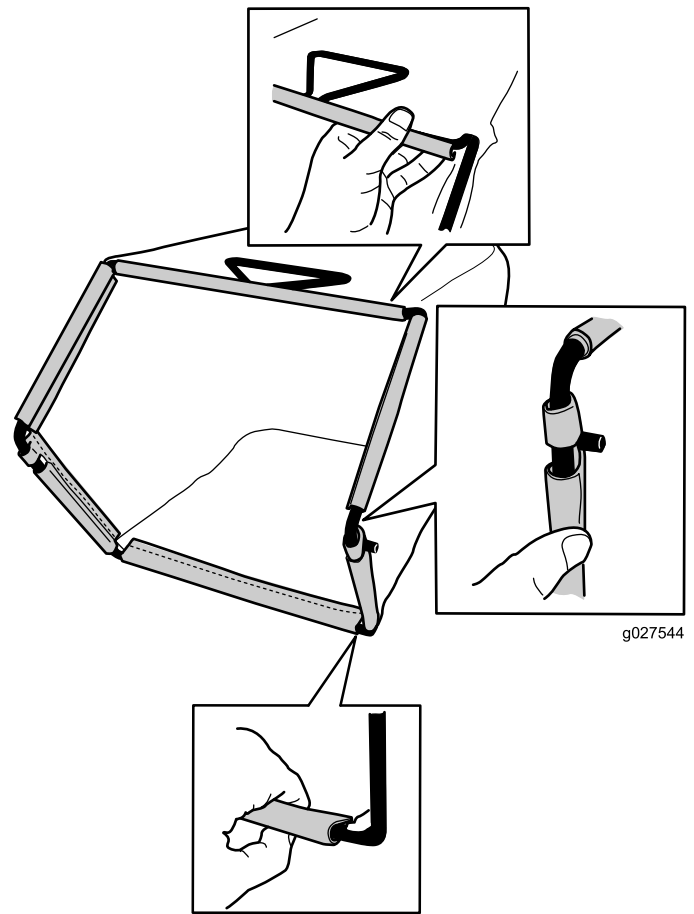

Bild 9
3. Haken Sie die oberen und seitlichen Kanäle des Grasfangkorbs an der Oberseite und der Seite des Rahmens ein (Bild 9).
2. Haken Sie den unteren Kanal des Grasfangkorbs an der Unterseite des Rahmens ein (Bild 9).